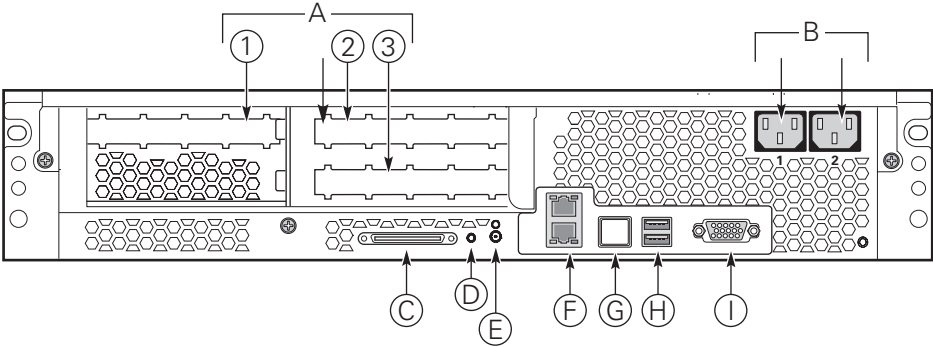

Abbildung 5. Ausstattungsmerkmale an der Gehäuserückseite
Abbildung 5 zeigt die Ausstattungsmerkmale an der Gehäuserückseite.
2. Stecken Sie die Stromkabelstecker in die dafür vorgesehenen Buchsen an der Gehäuserückseite ein (B 1 und 2 in Abbildung 5).